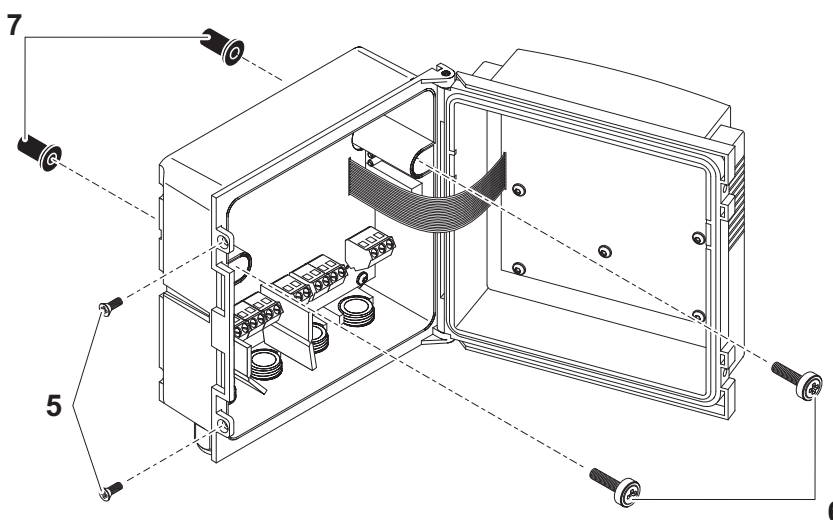

Bild 3-4 Schutzdachmontage: ISO-Blindmuttern vormontieren
- 2 Die beiden Senkschrauben (Pos. 5 in Bild 3-4) entfernen und den Deckel aufklappen.
- 3 Die Zylinderschrauben (Pos. 6 in Bild 3-4) mit den Kunststoffunterlegscheiben in die Montagebohrungen einführen und ISO-Blindmuttern (Pos. 7) locker aufschrauben.
- 4 Den Universal-Transmitter an das Schutzdach ansetzen und mit den beiden Schrauben (Pos. 6 in Bild 3-4) festschrauben.
- 5 Den Deckel schließen und mit den beiden Senkschrauben (Pos. 5 in Bild 3-4) fixieren.